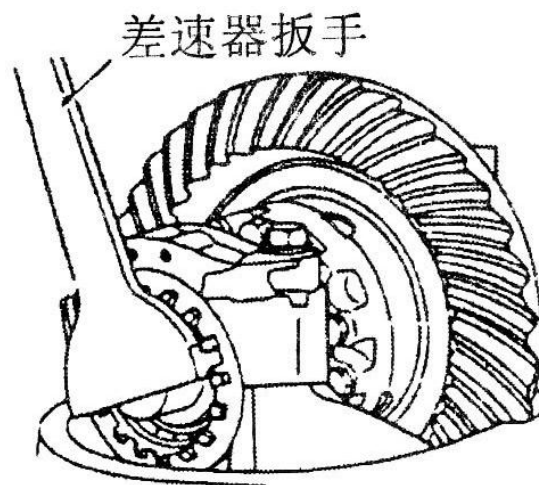

图 7-17
- (6) 齿侧间隙调整后，均匀地拧紧左右调整螺母来调整预紧负荷，直到预紧负荷满足维修标准要求(图 7-17、7-18)。